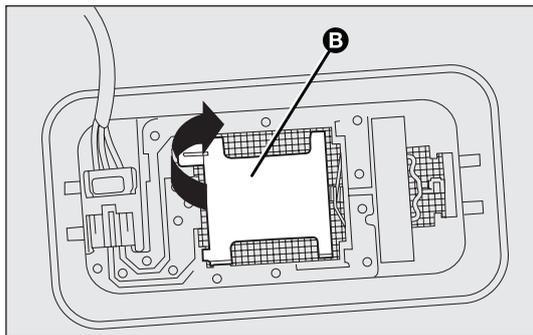

fig. 169
- abra la tapa B-fig. 169 como se indica;
- vuelva a cerrar la tapa B-fig. 169 y fije el plafón en su alojamiento asegurándose de que quede bloqueado.